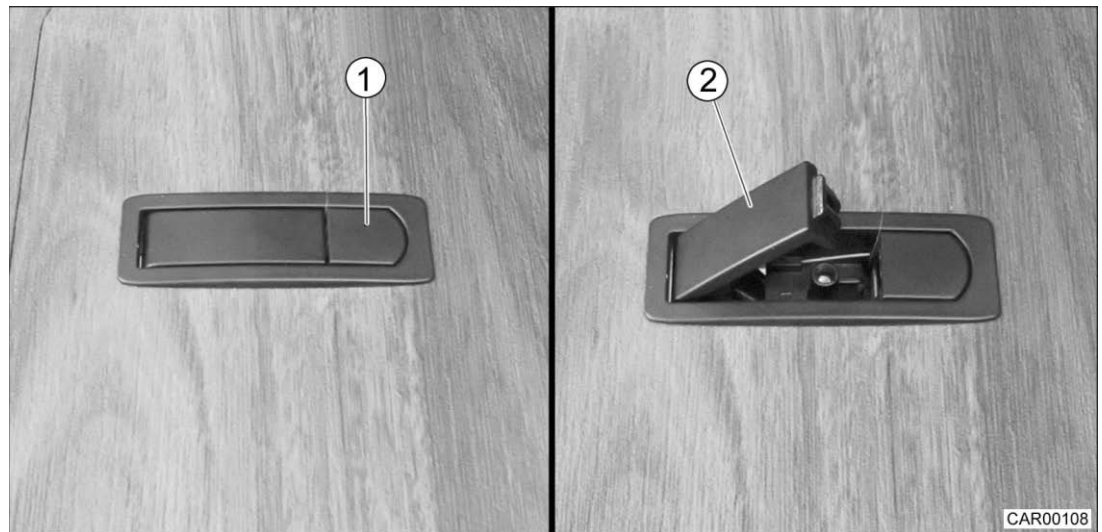

Fig. 111 Fermeture à levier du rangement profondément décaissé
1. Appuyer sur le bouton de déverrouillage (Fig. 111/1). Le levier à poignée (Fig. 111/2) s'ouvre.
1. Fermer la trappe et enfoncer le levier à poignée (Fig. 111/2) avec la main ou le pied jusqu'à ce qu'il encliquette.